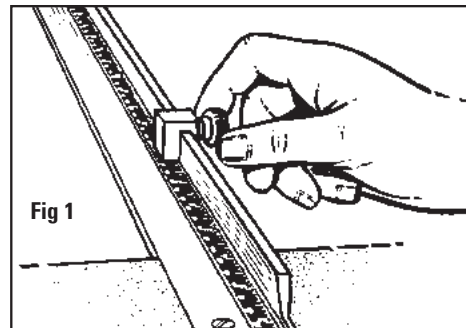

Fig 1
1. Entfernen Sie die Passepartoutführung, den Rückwandkarton, den Anschlagstopp und den Produktionsstopp. Bringen Sie den Anschlagstopp am äußeren Ende des Anschlagarms an und verschieben Sie in auf der Skala, bis sein linker Rand mit der Markierung der gewünschten Breite übereinstimmt. Ziehen Sie ihn dort fest. Abb. 1
1. Quite la guía de la lámina perimétrica, la hoja de respaldo, el tope del brazo de escuadra y el tope de producción. Una el tope del brazo de escuadra al extremo derecho más alejado del brazo de escuadra y deslice hacia adentro hasta que el lado izquierdo del tope esté a lo largo del incremento necesario para achicar su tablero de lámina perimétrica. Fig. 1
1. Rimuovere la guida del passepartout, il foglio di rinforzo, l'arresto del braccio di squadatura e l'arresto di produzione. Applicare l'arresto del braccio di squadatura all'estremità destra del braccio di squadatura e farlo scorrere verso l'interno finché il lato sinistro dell'arresto non si trova lungo l'incremento necessario per ridurre le dimensioni del cartoncino. Fig. 1